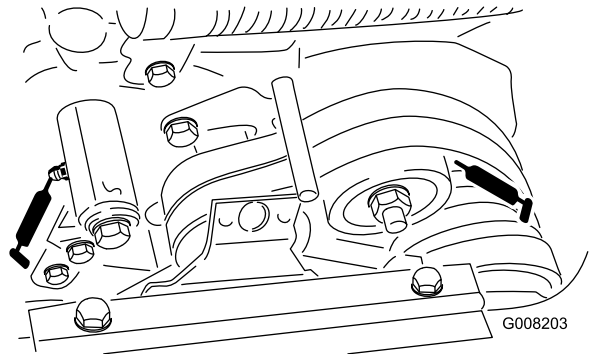

Figura 17
- 2 en los puntos de pivote de la polea tensora de la correa (Figura 17).